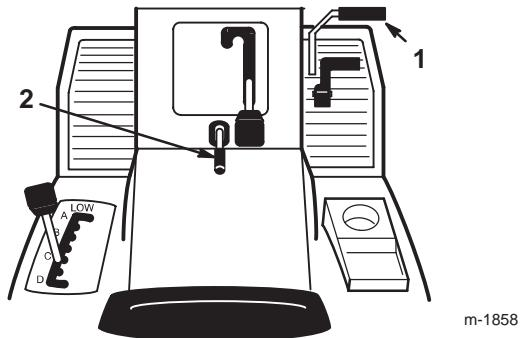

Bild 3
1. Drücken Sie das Bremspedal (Bild 3) durch und halten es in der gedrückten Position.
- 2. Ziehen Sie den Feststellbremsshebel (Bild 3) hoch und nehmen den Fuß nach und nach vom Bremspedal.
1. Drücken Sie das Bremspedal (Bild 3) herunter.